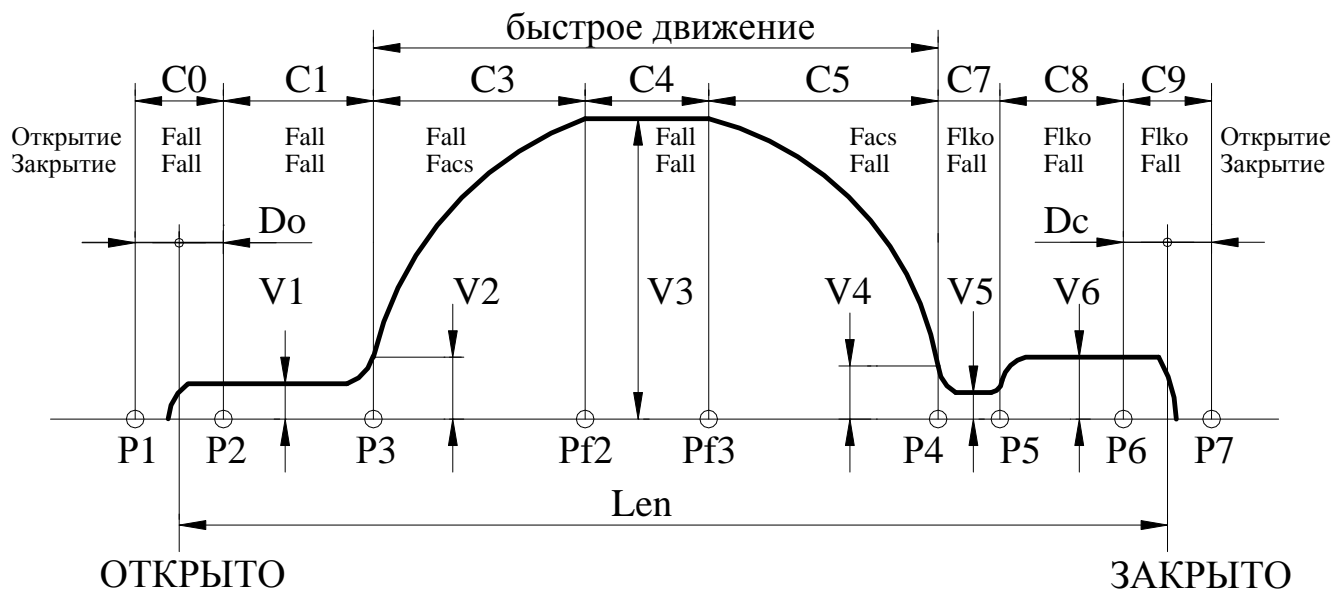

Рис.4. Траектория движения.
3.6.1. Рис.4, на котором показана траектория движения, отслеживаемая БУАД, поясняет назначение многих параметров, рассмотренных ниже. На рис.4 отображено также распределение сил на участках траектории отдельно при открытии и при закрытии (при переходе в режим удержания устанавливается соответствующая сила удержания).
- Если Var\_sl=1, то точка препятствия запоминается и происходит замедление скорости движения при подходе к точке препятствия до  $Vbar$ . При отсутствии препятствия в том же месте, дальнейшее движение происходит по кривой, указанной на **рис.4**.
3.6.5.14. **Номер D** – C\_vko (мм) – дополнительное смещение точки **P2** (**рис.4**) для расширения диапазона удержания сигнала ВКО.
3.6.5.15. **Номер E** – C\_vkz (мм) – дополнительное смещение точки **P6** (**рис.4**) для расширения диапазона удержания сигнала ВКЗ.